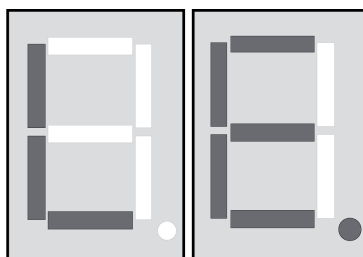

Figure 6: Affichage **LE** – „Learn“
- Déclencher un télégramme de paramétrage sur l'émetteur radio souhaité (voir Notice de l'émetteur radio). Actionner l'émetteur manuel jusqu'à ce que l'affichage **LE** apparaisse (figure 6).